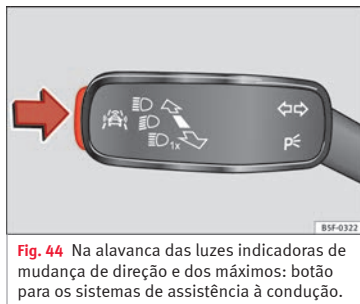

Fig. 44 Na alavanca das luzes indicadoras de mudança de direção e dos máximos: botão para os sistemas de assistência à condução.
mas de assistência à condução no menu **Assistentes** » Fig. 44 Página 203.
- Pressione brevemente o botão » Fig. 44 na direção da seta para abrir o menu **Assistentes**.